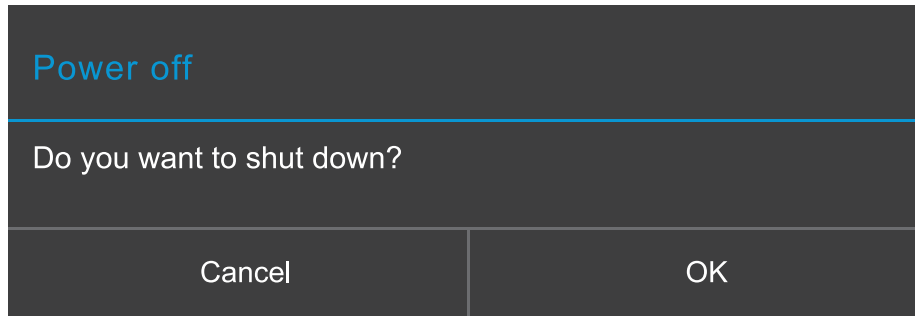

Figura 2.
- d)** Al apagar el dispositivo, mantenga pulsada la tecla de encendido para que aparezca un cuadro como el siguiente (Figura 2):